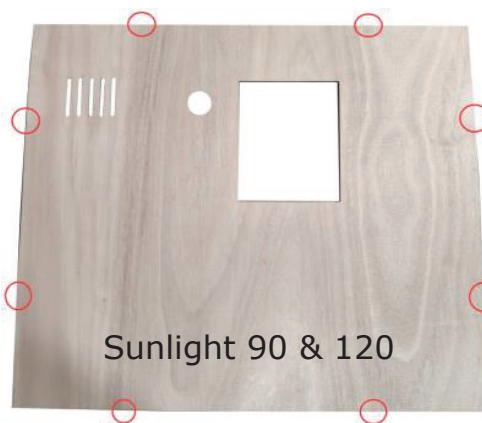

Abb. 18
13. Legen Sie die Dachabdeckung (Abb. 18 und Abb. 19) auf das Dach und fixieren Sie diese mit den Holzschrauben 3 x 25 mm.